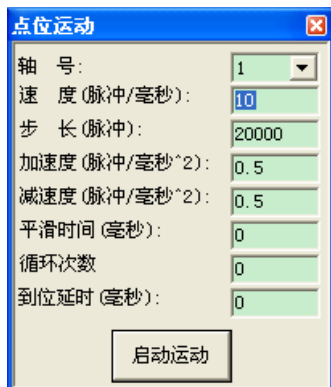

图 4-15 点位运动模块界面
- (3) 选择控制轴号。然后输入运动参数，包括速度、步长、加速度、减速度及平滑时间。速度大于零、步长可正可负（正负决定运动方向）、加速度、减速度必须大于零、平滑时间[0, 50]。
- (4) “循环次数”为往返的次数，默认参数为0。以图4-15中的参数为例，循环次数为0代表，第一轴按照设定的参数向前运动20000个脉冲，若循环次数设为1，则第一轴先正向20000，然后再负向运动20000个脉冲，以此类推。循环次数要大于等于零。
- (5) 点击“启动运动”，此时电机开始运动。